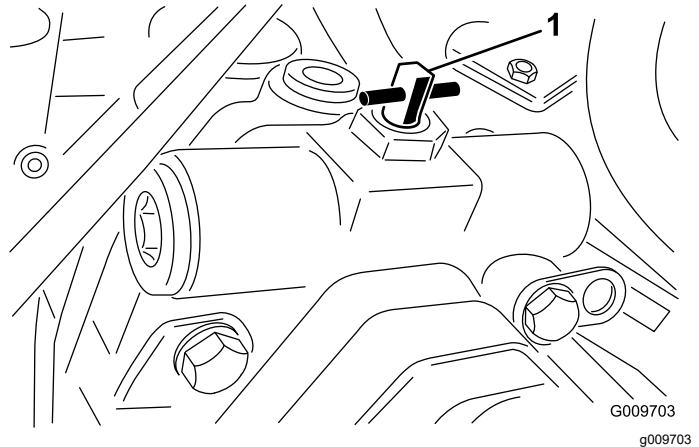

Bild 102
- Schließen Sie das Abschlepp-Sicherheitsventil indem Sie es um 90° zurückdrehen (eine Viertelumdrehung), bevor Sie den Motor anlassen. (Bild 102).